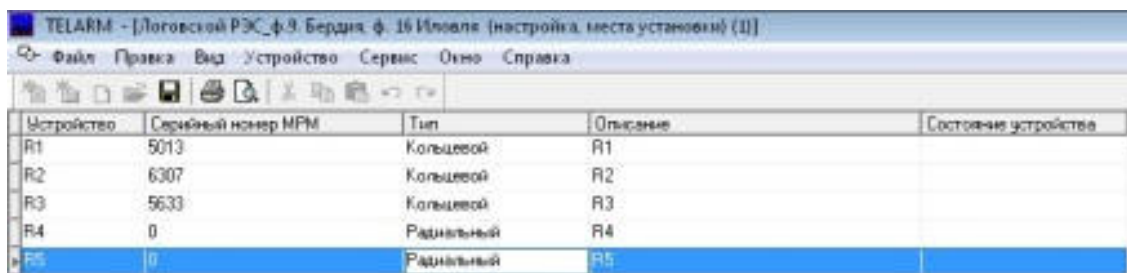

Рис.4.18. Выбор модуля управления в TELARM Basic
1. Выбрать модуль управления (см. **Рис.4.18**).